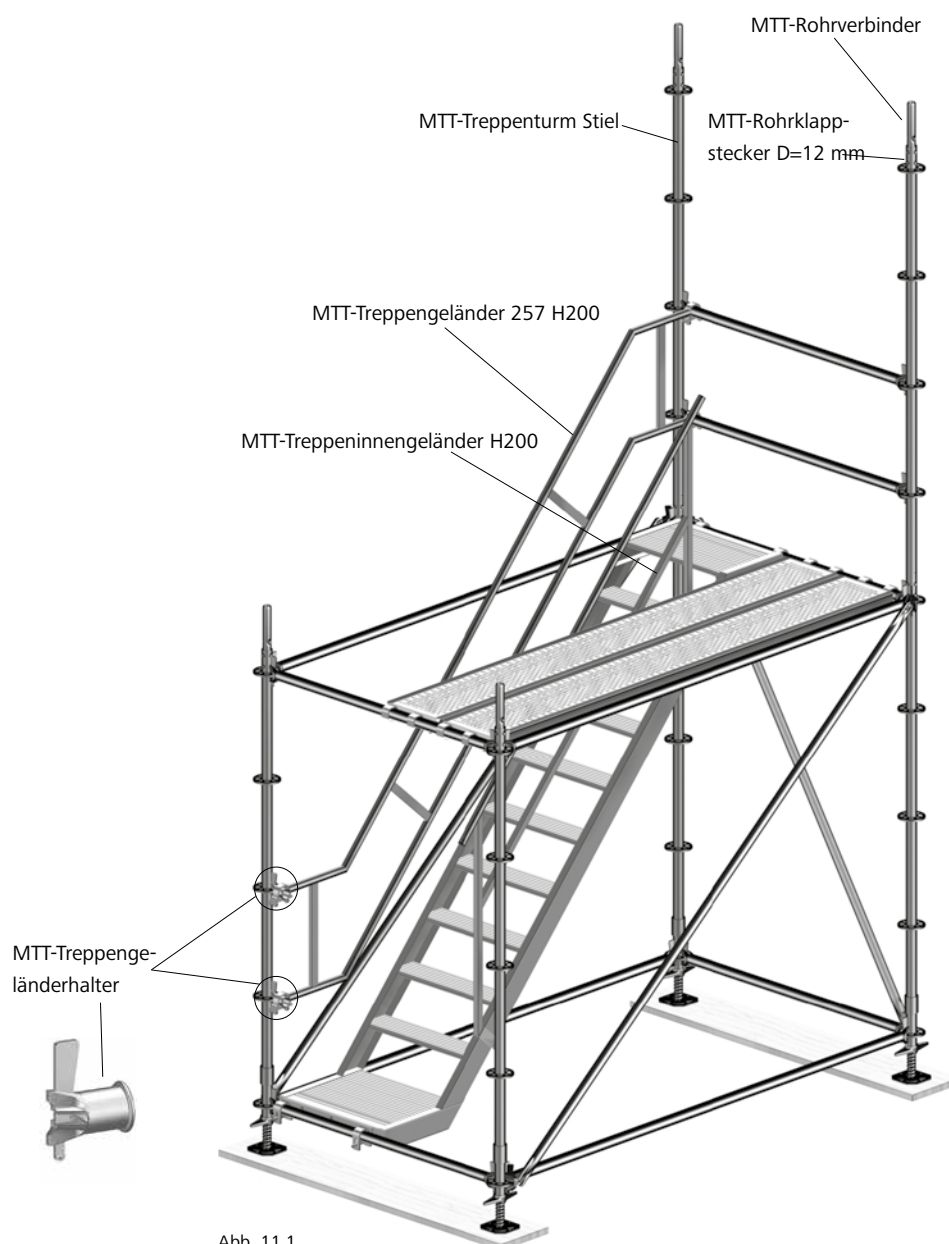

Abb. 11.1
17. 2 MTT-Treppengeländerhalter zur Aufnahme des MTT-Treppengeländers außen an den Lochscheiben des unteren MTT-Stiels befestigen (Abb. 11.1).